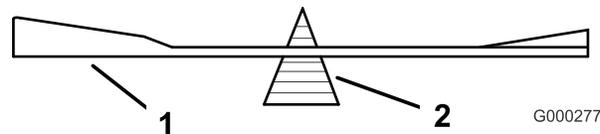

図 81
2. ブレード・ balanser（図 81）を使ってバランスを調べる。ブレードが水平に停止す